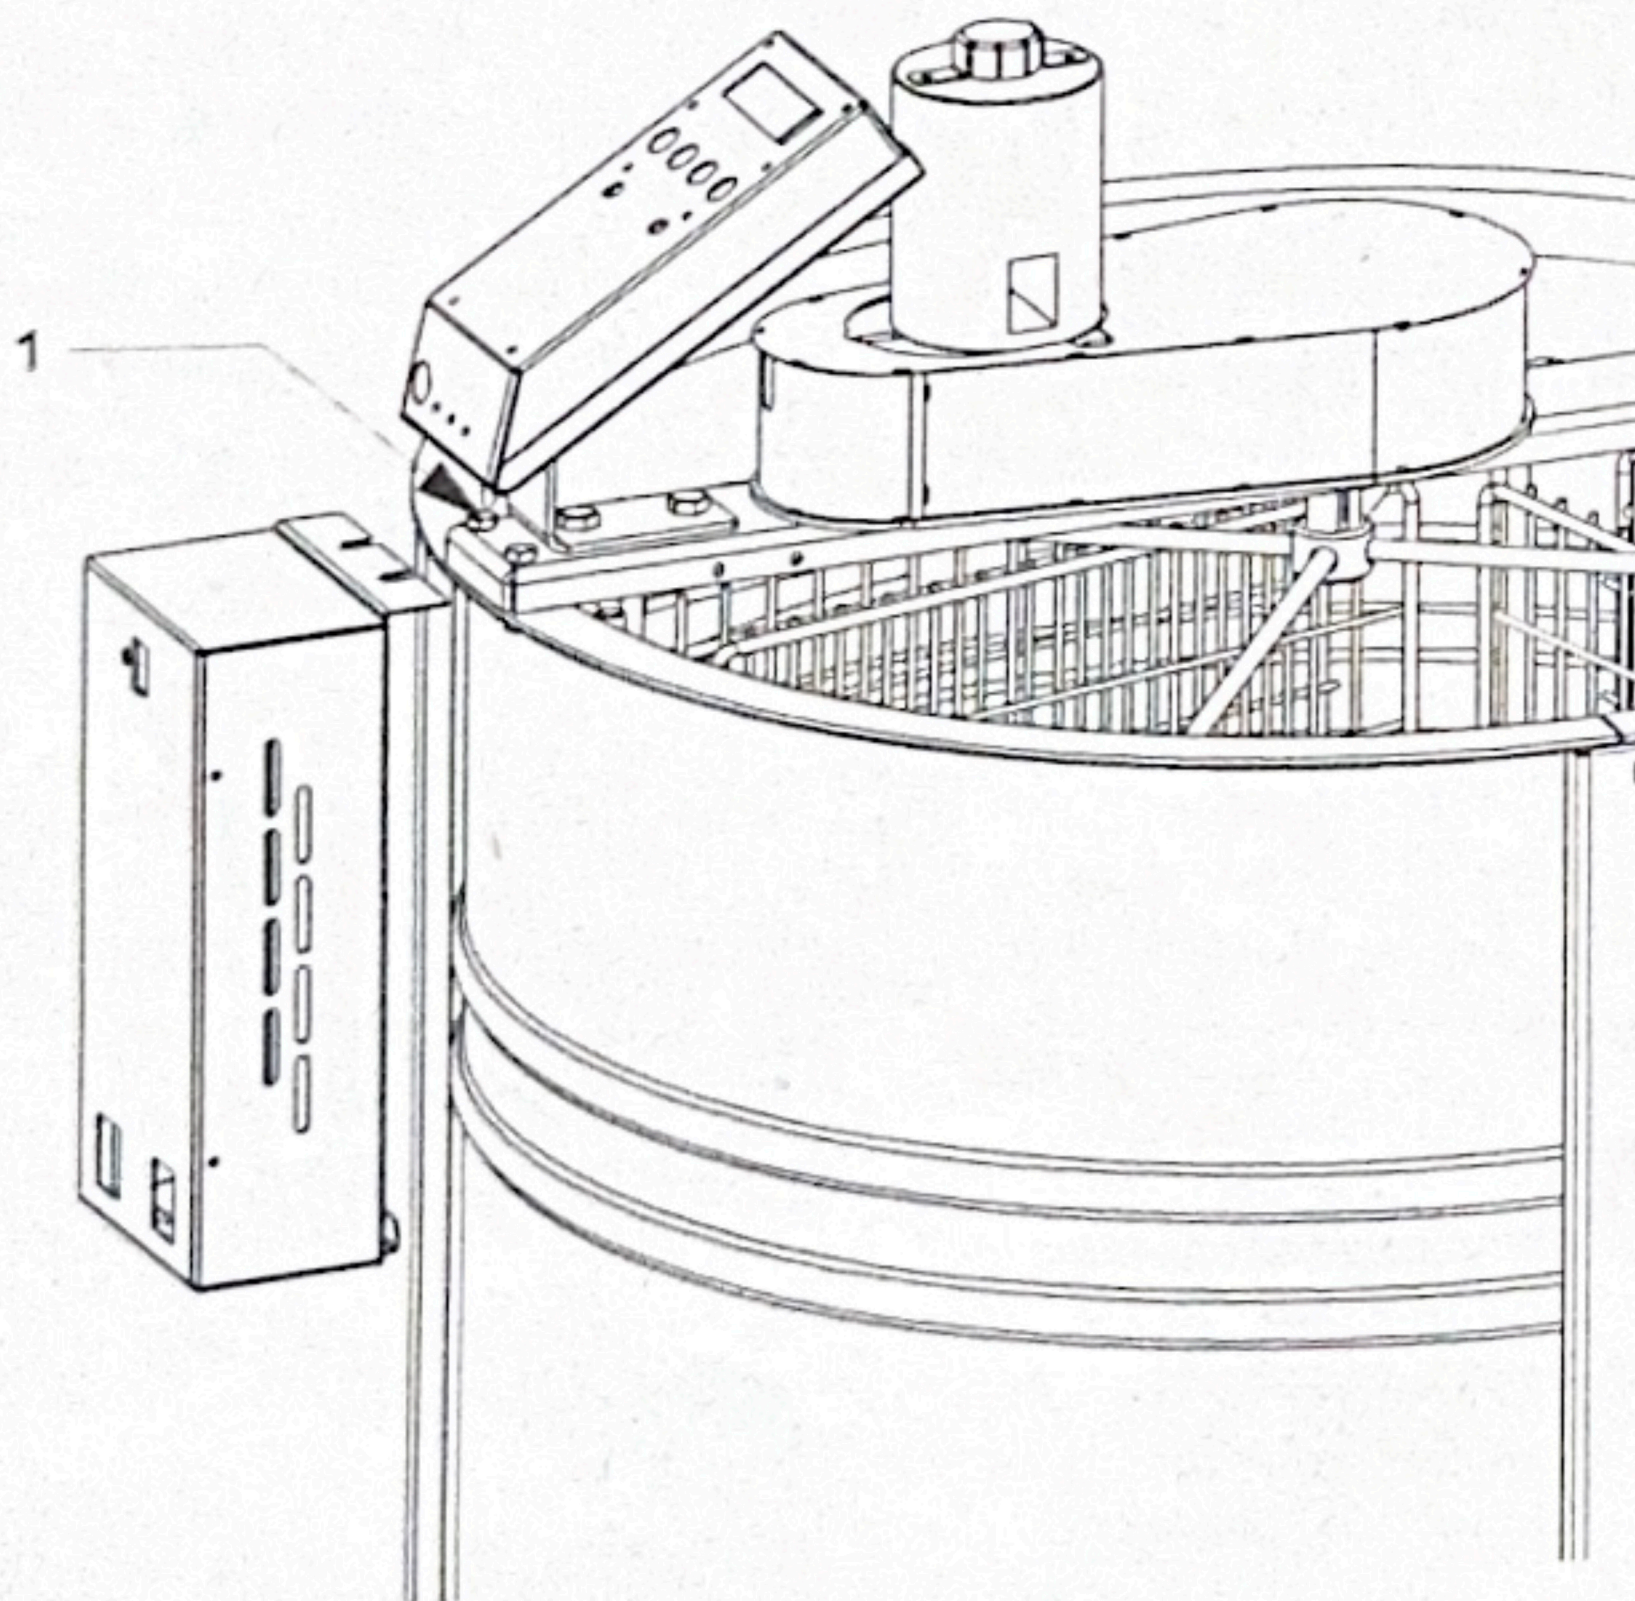

Рисунок 1. Крепежные болты М6 (указаны стрелкой).
1. Отпустить 2 крепежных болта М6 (см. рисунок 1) на 1-2 оборота.